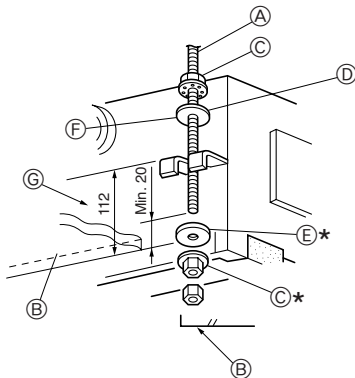

Fig. 2-7
1. In primo luogo, infilare le rondelle ① ② (fornite con l'unità) e i loro dadi (di fornitura locale) sul bullone di sospensione. (Fig. 2-7)
* Seguire la seguente sequenza (dall'alto): dado, rondella isolata ②, rondella senza isolamento ①, i due dadi.
* Mettere la rondella isolata ② con l'isolamento rivolto verso il basso, come indicato nella figura.
2. Sollevare l'unità sul punto di installazione, facendo attenzione che resti allineata correttamente al bullone di sospensione. Far passare la staffa fra le rondelle ① ②, che sono già installate, e fissarla. Fare la stessa cosa per tutti i quattro punti.